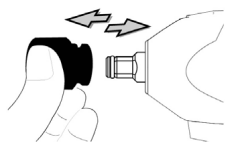

Fig. 1
1. Duw het bit zo ver in de aandrijfspindel als mogelijk is om het bit te plaatsen (zie fig.1).